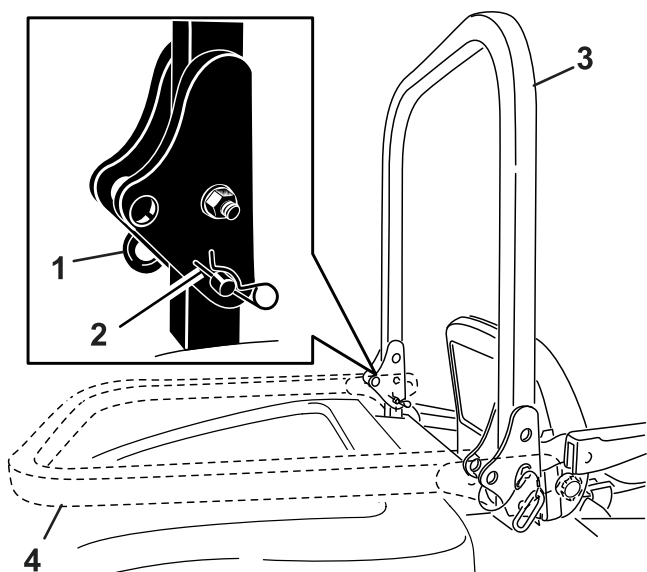

図 23
2. ROPSを立てた状態で、ヘアピンコッターと2本のピンを抜き取る (図 23)。